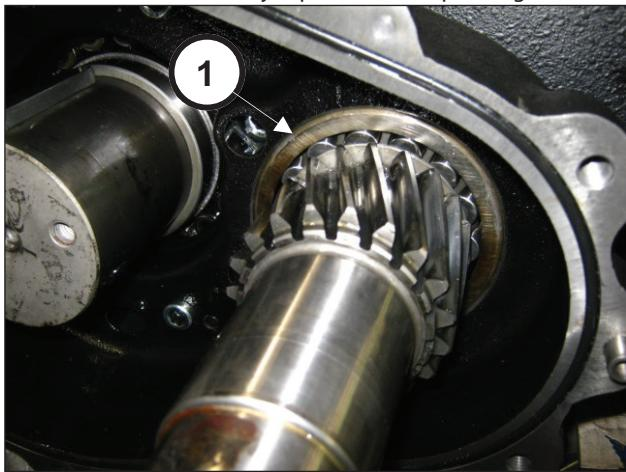

Fig. 78
Emmancher le roulement jusqu'en butée (rep. ①, Fig. 78).